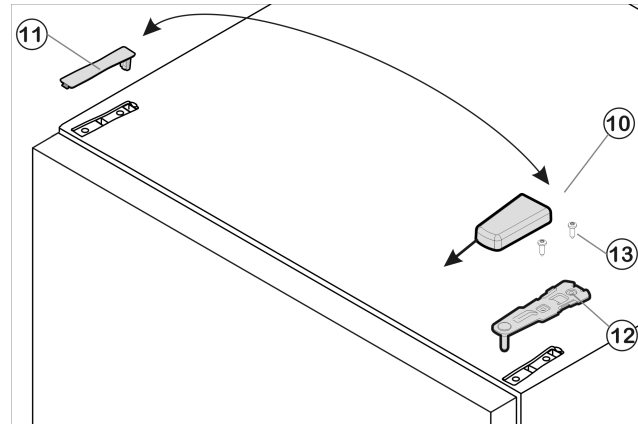

Fig. 20
- Retire hacia delante y, después, hacia arriba la cubierta Fig. 20 (10).
- Desmonte la cubierta Fig. 20 (11).
- Desatornille el soporte de cojinete superior Fig. 20 (12) (2 Torx 25) Fig. 20 (13) y extráigalo hacia arriba.
- Inserte el soporte de cojinete superior Fig. 20 (12) en el nuevo lado de la bisagra y en la puerta.
- Atornille el soporte de cojinete superior Fig. 20 (12) **con 3 lb-ft (4 Nm)** para fijarlo (2 x Torx 25) Fig. 20 (13). Dado el caso, grabe los agujeros de tornillo o utilice un destornillador de batería.
- Encaje la cubierta Fig. 20 (10) y la cubierta Fig. 20 (11) en el lado opuesto, respectivamente.